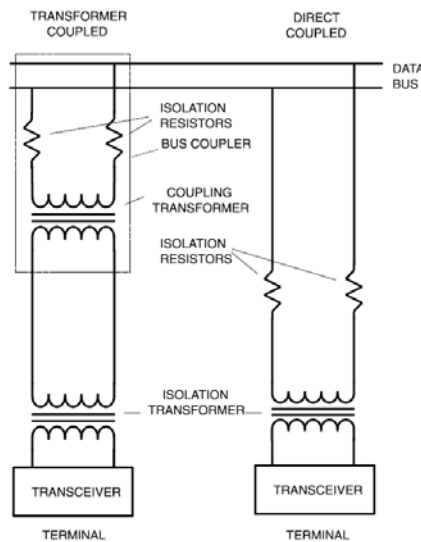

Figura 4: Esquema de conexión de terminales al bus MIL-STD 1553.
16.- ¿Qué diferencia hay entre la conexión "Direct coupled" o acoplamiento directo y el acoplamiento por transformador, en la conexión al bus MIL-STD 1553 de un terminal, mostrada en la figura 4?